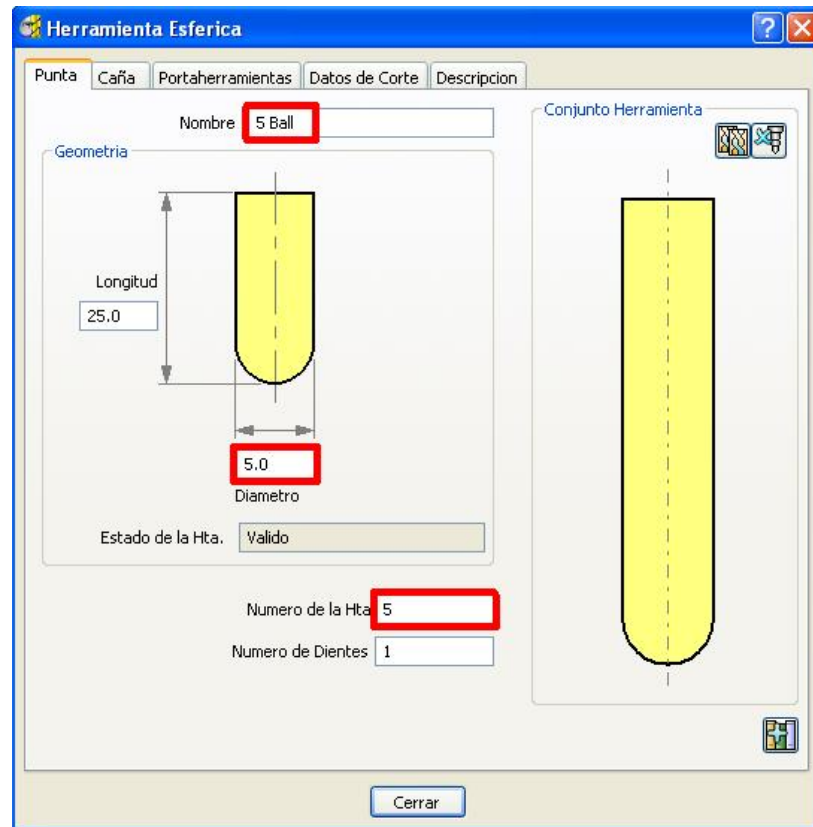

Figura 2.216 Cuadro de diálogo Herramienta Esférica.
- Desde la Barra de Herramientas de Herramienta escoger una herramienta esférica, en el cuadro de diálogo Herramienta Esférica introducir (Figura 2.216):